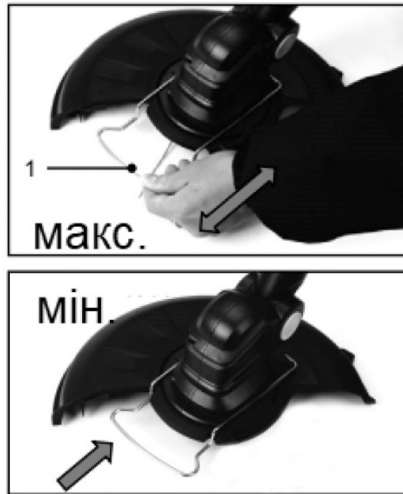

Рисунок 5. Схема регулювання положення скоби-обмежувача.
1. Приєднати до тримера захисний кожух та закріпити його гвинтами з комплекту виробу (рис. 5).
2. Встановити скобу захисту рослин від випадкового скошування (1, рис. 5) в одне з 2-х положень (вперед або назад) для контролю мінімального та максимального діапазону різання.